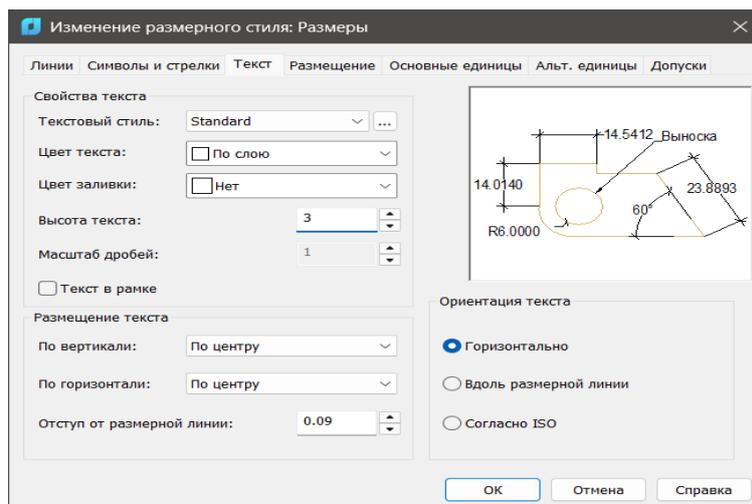

Рис. 4.46
7. На вкладке Текст: цвет текста - по слою, высота текста - 3, размещение по вертикали - над линией, по горизонтали - по центру, остальное - без изменений (рис. 4.46):